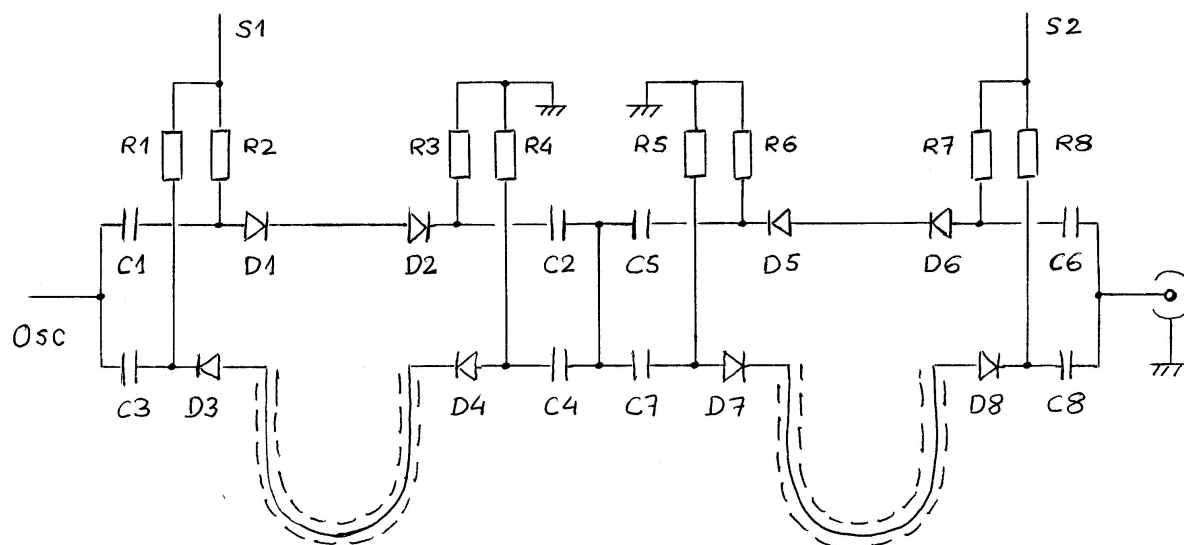

Figure 1 : Le schéma du modulateur
Après avoir étudié différentes solutions, le principe retenu est un système en série avec la source. Les diodes PIN réalisent un aiguillage du signal UHF, qui traverse ou non le déphaseur par ligne coaxiale ((Figure 1). Il faut une diode PIN de part et d'autre de cette ligne pour éviter l'effet de la capacité du câble. Par symétrie, le passage direct traverse 2 diodes.
Avec ce nouveau système de modulation de phase, il n'y a plus que 2 signaux de commande S1 et S2 (Figure 1). Cela va beaucoup simplifier le pilotage.
- Si la tension S1 est positive, le courant de polarisation traverse les diodes PIN D1 et D2 par les résistances R2 et R3 permettant le passage de la HF entre C1 et C2 (Figure 1). Ce même signal S1 bloque les diodes D3 et D4 et interdit le passage par la ligne de déphasage.